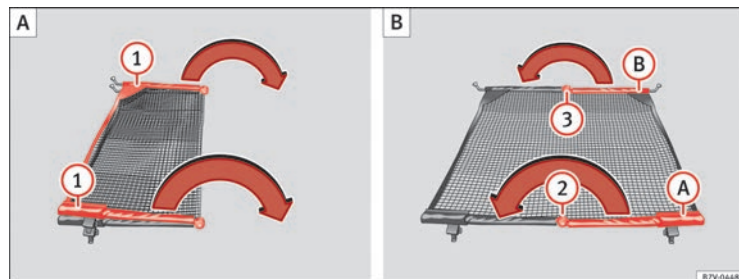

Fig. 93 Desplegar la red de separación ① y plegarla de nuevo ② y ③.
⇒ fig. 93 ① en la dirección de la flecha hasta que se oiga un "clik".
- Pulse el botón de desbloqueo ⇒ fig. 93 (2) y pliegue la varilla (A) en la dirección de la flecha con el botón de desbloqueo pulsado.
- Pulse el botón de desbloqueo (3) y pliegue la varilla (B) en la dirección de la flecha con el botón de desbloqueo pulsado.